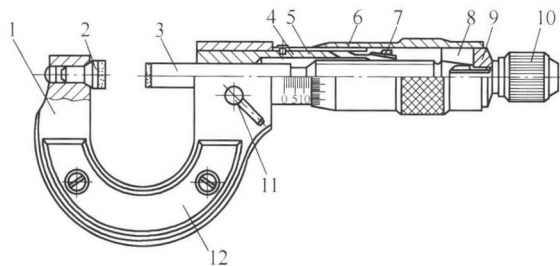

图2 0~25 mm 外径百分尺
(1) 游标卡尺精度偏低,最小刻度为 0.02 mm,不能准确读出止口的实际检测值,不能满足加工检测需要。
(2) 外径百分尺的测量精度比游标卡尺高,并且测量比较灵活,因此,当加工精度要求较高时多被应用,但是如图2所示,固定测砧2及测微螺杆3使测量距离受限为量具的使用轴套外表面最小为 10 mm,对于需测量的止口高度只有 5 mm 左右来说,显然是不能满足检测要求的,无法进行测量。
(3) 目前存在的问题是,由于在加工中采用常用的卡尺、外径千分尺等外圆测量工具无法满足零部件具有较高精度的短止口的测量,使得零件中间尺寸控制无法进行,只能借用块规间接测量,操作繁琐,同时对工人的技能也有一定的要求。这就加